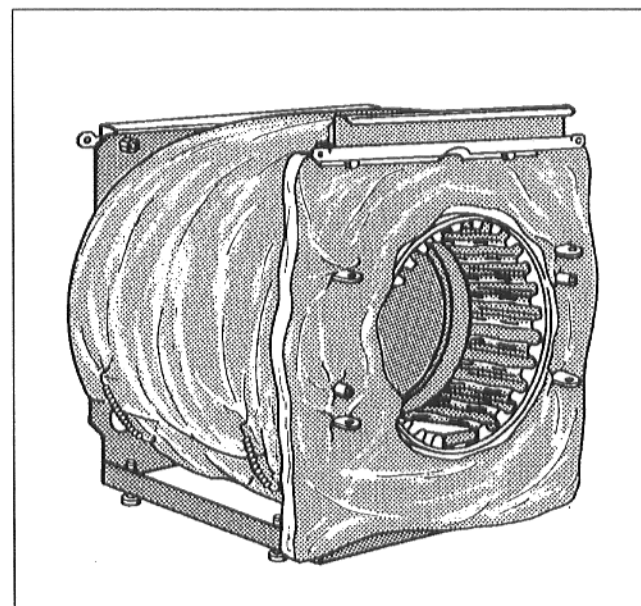

Рис. 9
- Вставить теплоизоляцию передней стенки прорезями в шарниры дверцы горелки (Рис. 9).